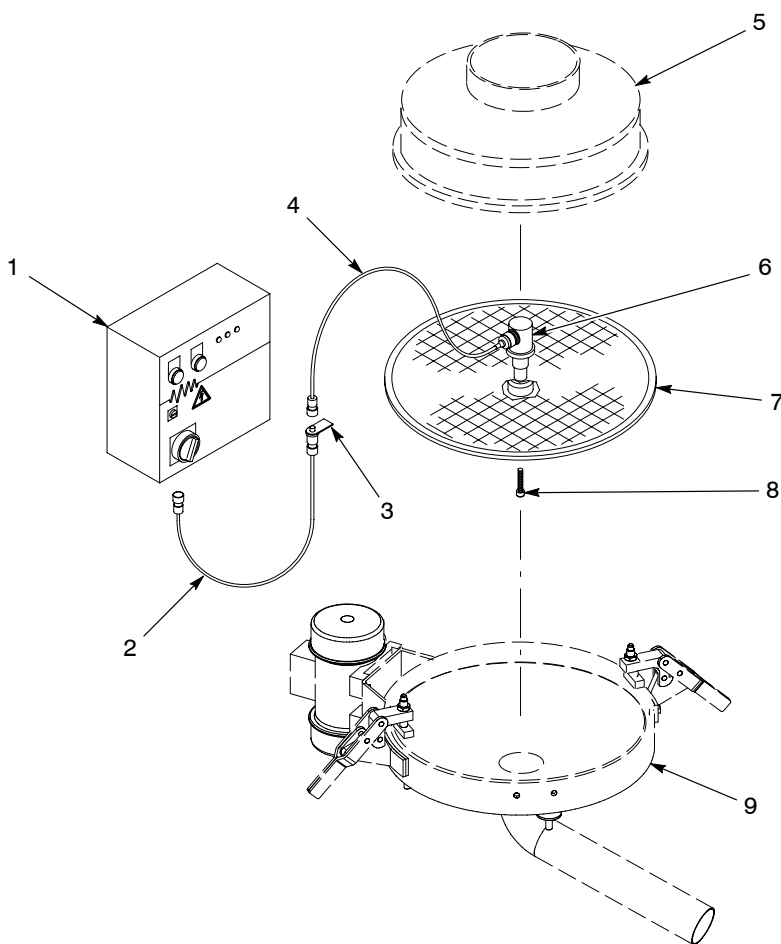

Рис. 21 Компоненты системы Vibrasonic
См. рис. 21.
1. См. рис. 21. Промыть ацетоном центральную ступицу сетки (7) и нижнюю часть преобразователя (6).